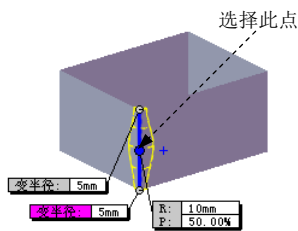

图 5.8.7 定义圆角半径
Step6. 定义圆角半径。单击圆角边线上的“p1”点（图 5.8.7），在“圆角”对话框的 **变半径参数(P)** 区域的  文本框中输入数值 10，按 Enter 键；在“圆角”对话框的 **变半径参数(P)** 区域的  列表框中选择 **V1** 选项后，在  文本框中输入数值 5，按 Enter 键；在“圆角”对话框的 **变半径参数(P)** 区域的  列表框中选择 **V2** 选项后，在  文本框中输入数值 5，按 Enter 键。其他选用默认设置。